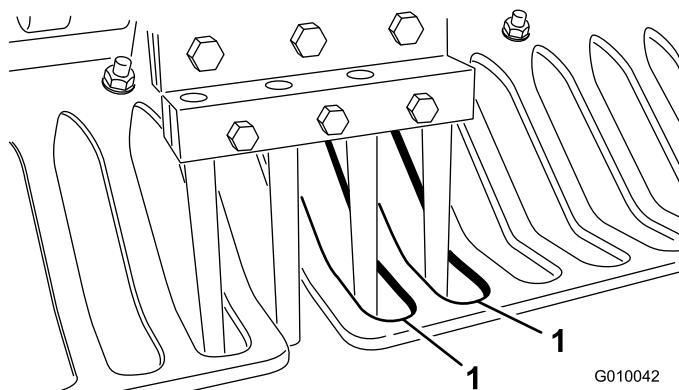

図 27
6. 全部のタインが、ターフ・ガードの隙間の中心に整列していることを確認する（図 27）。必要に応じてターフ・ガードの位置を調整し、ナットで固定する。